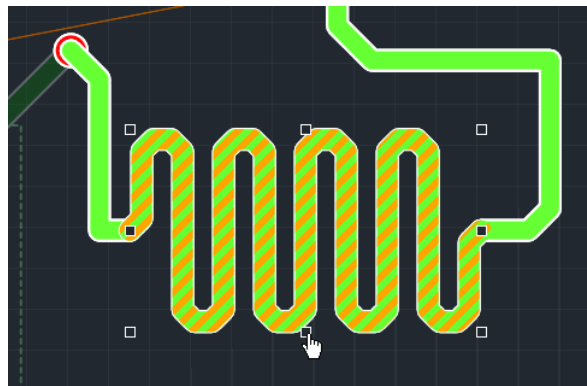

Рис. 242 Точки редактирования области размещения меандра
2. Навести курсор на одну из шести точек редактирования, ограничивающих область размещения меандра. Вид курсора должен измениться, см. Рис. 242.